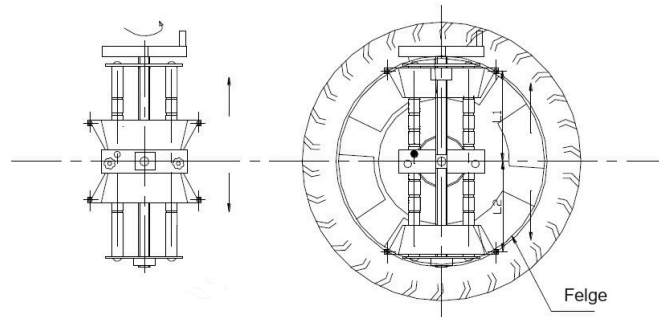

Abbildung 3.2-1 Montage des Spannhalters
- 1) Drehen Sie am Handrad, bis die Klauen zum Felgendurchmesser passen. Die Montagerichtung des Spannhalters ist in Abbildung 3.2-1 dargestellt;